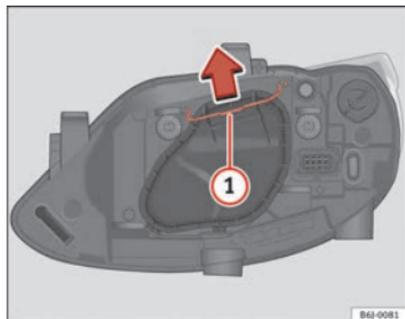

Abb. 157 Abblend- / Fernlicht bei Einfachscheinwerfer
- Verschieben Sie die Strebe ⇒ Abb. 157 ① in Pfeilrichtung und nehmen Sie den Deckel ab.